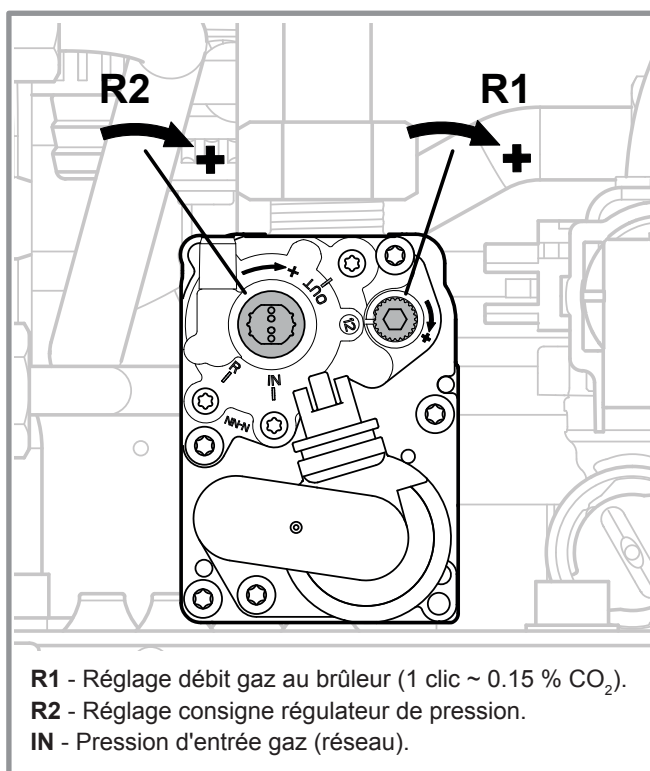

figure 24 - Vanne gaz
- Si nécessaire, ajuster le taux de CO₂ en réglant le débit gaz sur la vanne gaz (vis repère **R1** - sens horaire pour augmenter le CO₂ voir figure 24, page 29).